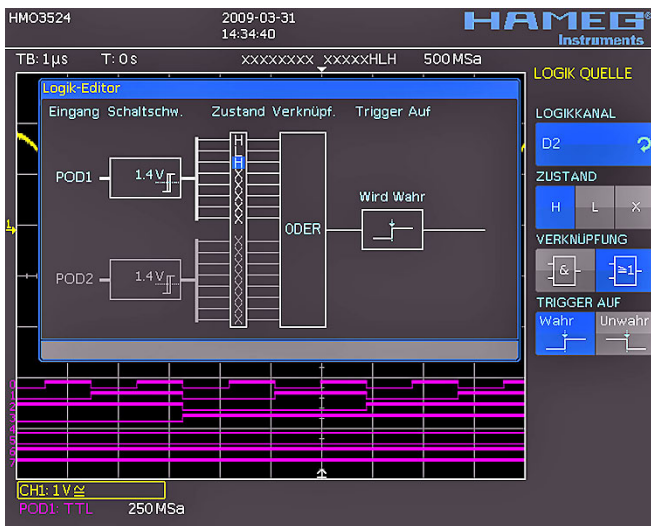

Abb. 11.1: Menü zur Logiktriggereinstellung
Die Auswahl des Triggers LOGIK im Softmenü nach dem Drücken der TYPE-Taste (31) bewirkt die Umschaltung der Triggerquelle auf die digitalen Eingänge. Wenn Sie nach der Auswahl dieses Triggertyps die SOURCE-Taste (32) drücken, erscheint ein Softmenü für weitere Einstellungen sowie ein Fenster für deren übersichtliche Darstellung (siehe Abb. 11.1).